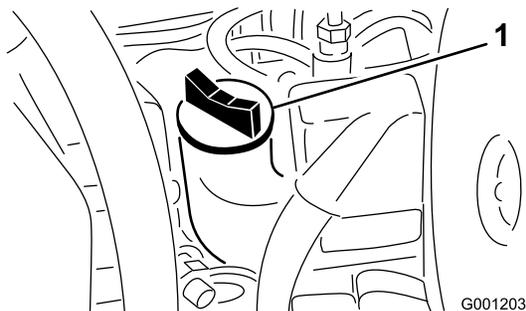

Figure 22
3. Si le niveau n'atteint pas le repère du plein, enlevez le bouchon de remplissage (Figure 22) et faites l'appoint jusqu'à ce que le niveau correct soit atteint. **Ne remplissez pas excessivement.**